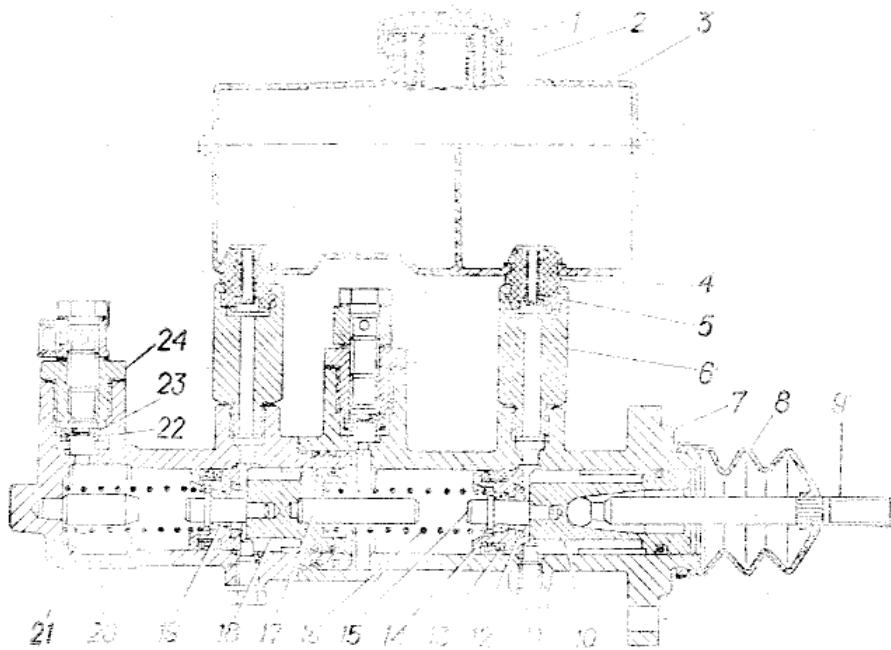

Рис. 52. Главный цилиндр:
**Главный тормозной цилиндр** (рис. 52) создает давление в двух независимых гидравлических контурах тормозного привода: поршнем 10 в приводе передних тормозов, а поршнем 18 — задних.